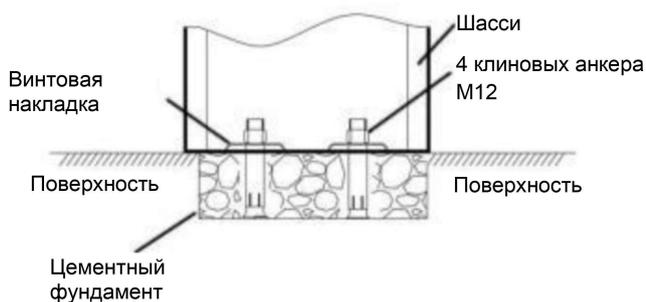

Рис. 2.3.
- Установите винтовые накладки и затяните гайки с помощью гаечного ключа, как показано на рис. 2.3